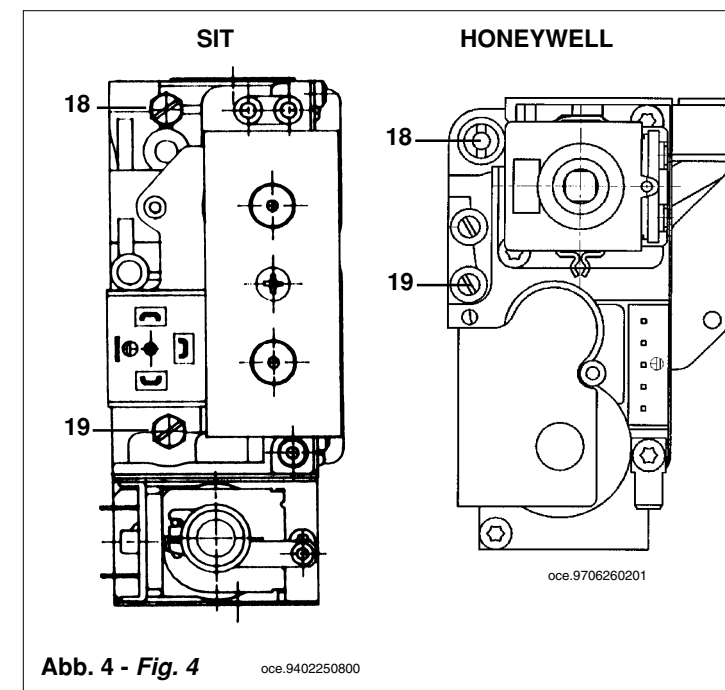
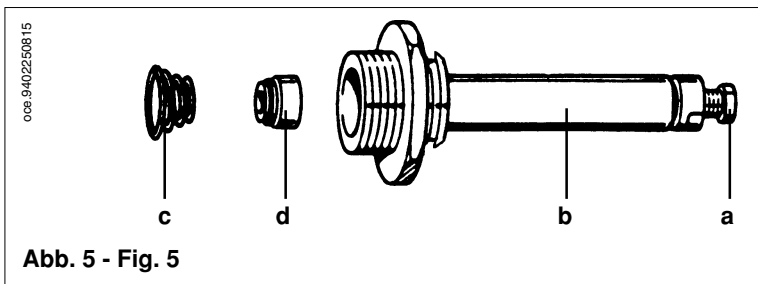

Abb. 4 - Fig. 4 oce.9402250800
Abb. 5 - Fig. 5
Der Kessel kann vom zugelassenen technischen Kundendienst für den Betrieb mit Naturgas (G.20, G.25) oder Flüssiggas (G.30, G.31) eingestellt werden. Die Einstellmodalitäten für den Druckregler sind je nach verwendetem Gasventil unterschiedlich (HONEYWELL oder SIT, siehe Abbildung 4).
- die Feder auswechseln und dabei darauf achten, sie richtig zu positionieren (Abb. 5);
- ein Manometer, möglichst ein Wassermanometer, an den Düsendruckmeßstutzen (18) des Gasventils (Abb. 4 Seite 10) anschließen;
- die schwarze Schraube (a) ohne Gewalt fest an das Rohr (b) schrauben (Abb. 5);
- den Gashahn öffnen und den Drehknopf (3) so drehen, daß der Heizkessel auf Sommer (☀️) gestellt ist;
- überprüfen, ob der beim Anschlußdruckmeßstutzen (19) des Gasventils (Abb. 4 auf Seite 10) gemessene dynamische Förderdruck des Heizkessels korrekt ist (50 Millibar bei Flüssiggas oder 20 Millibar bei Erdgas);
- die schwarze Schraube (a) (Abb. 5) abschrauben, bis der Druckwert erreicht wird, der gemäß der Tabelle 1 auf Seite 13 der verminderten Leistung entspricht;
- ein Manometer, möglichst ein Wasser-manometer, an den Düsendruckmeßstutzen (18) des Gasventils (Abb. 4 auf Seite 10) anschließen;
- den Gashahn öffnen und den Drehknopf (2) so drehen, daß der Heizkessel auf Sommer (☀️) gestellt ist;
- überprüfen, ob der beim Druckverbinder (19) der Gasventils (Abb. 4 auf Seite 10) gemessene dynamische Förderdruck des Heizkessel korrekt ist (50 Millibar bei Flüssiggas oder 20 millibar bei Erdgas).